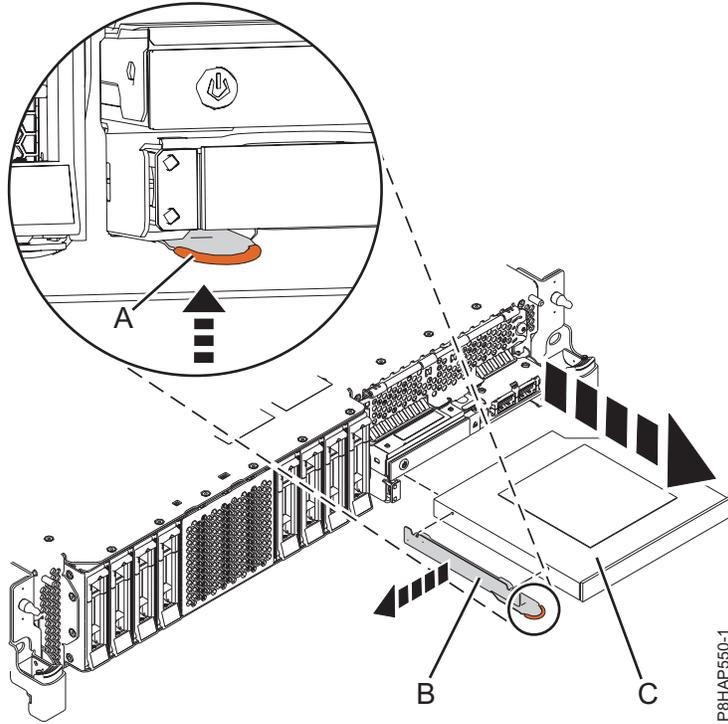
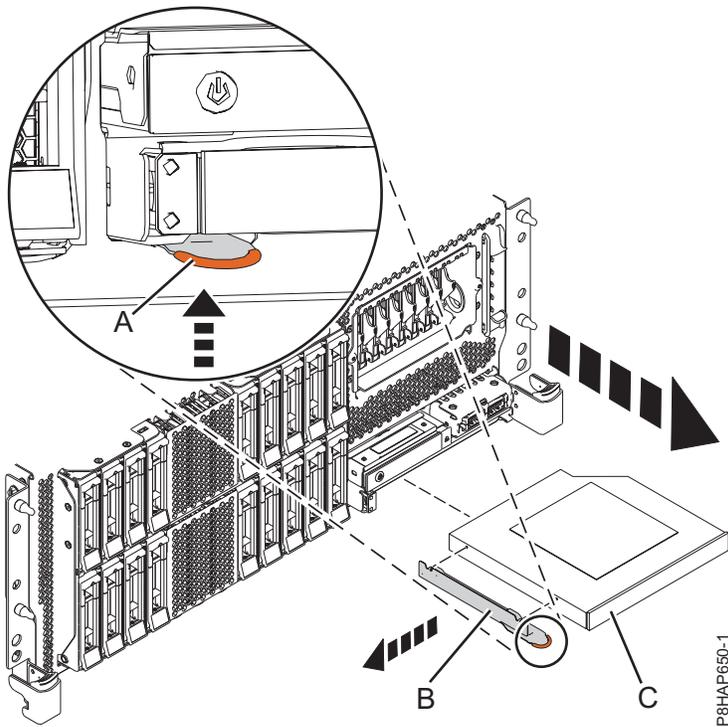
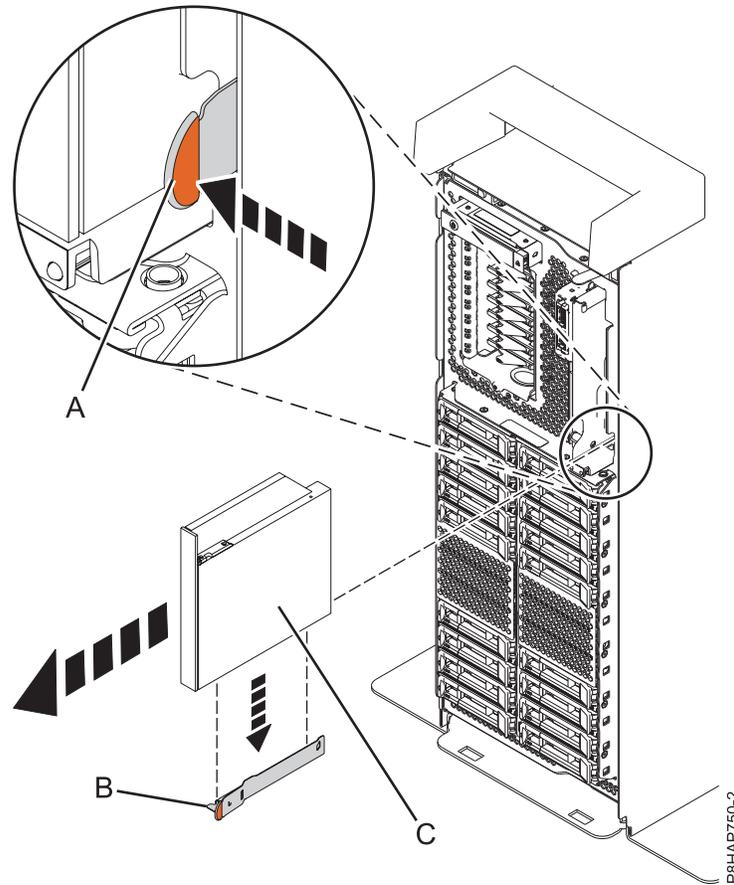

Abbildung 53. Flache Einheit für austauschbare Datenträger ausbauen - System 5148-21L, 5148-22L, 8247-21L, 8247-22L, 8284-21A oder 8284-22A
Abbildung 54. Flache Einheit für austauschbare Datenträger ausbauen - Einschubsystem 8247-42L, 8286-41A oder 8286-42A
Abbildung 55. Flache Einheit für austauschbare Datenträger ausbauen - eigenständiges System
Für ein System vom Typ 5148-21L, 5148-22L, 8247-21L, 8247-22L, 8284-21A oder 8284-22A gilt Abb. 53 auf Seite 68, für ein Einschubsystem vom Typ 8247-42L, 8286-41A oder 8286-42A gilt Abb. 54 auf Seite 68 und für ein eigenständiges System vom Typ 8286-41A gilt Abb. 55 auf Seite 69.
3. Ziehen Sie die flache Einheit für austauschbare Datenträger (C) in der Richtung aus dem System, die in Abb. 53 auf Seite 68, Abb. 54 auf Seite 68 oder Abb. 55 dargestellt ist.
4. Wenn Sie die flache Einheit für austauschbare Datenträger im Rahmen einer anderen Serviceprozedur ausbauen, bauen Sie die Halterung (B) nicht aus der flachen Einheit für austauschbare Datenträger aus.
5. Wenn Sie die fehlerhafte flache Einheit für austauschbare Datenträger ausbauen und durch eine neue flache Einheit für austauschbare Datenträger ersetzen, müssen Sie die Halterung (B) ausbauen, damit diese mit der neuen Einheit für austauschbare Datenträger verwendet werden kann. Halten Sie zum Ausbau der Halterung den terrakottafarbenen Kontaktpunkt fest und ziehen Sie die Halterung aus der Einheit für austauschbare Datenträger heraus; siehe Darstellung in Abb. 53 auf Seite 68, Abb. 54 auf Seite 68 oder Abb. 55.
6. Bewahren Sie die Halterung (B) an einem sicheren Ort auf.